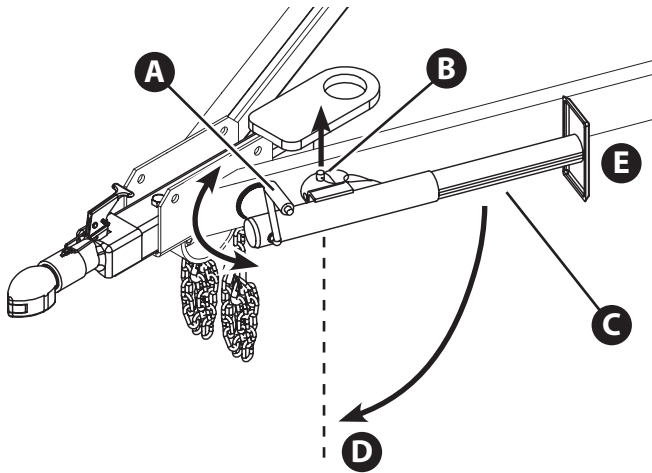

Figura 3.3
1. Para levantar la lengua (o extender el gato) gire la manilla (A, Figura 3.3) en el sentido horario.
2. Saque el pasador de liberación rápida del gato de la lengua (B, Figura 3.3) desde el orificio de bloqueo, para que el gato (C) pueda girar.
- o Posición de soporte del remolque: Vertical con la almohadilla de soporte hacia abajo (D, Figura 3.3).
- o Posición de transporte: Horizontal con la almohadilla de soporte hacia atrás (E).